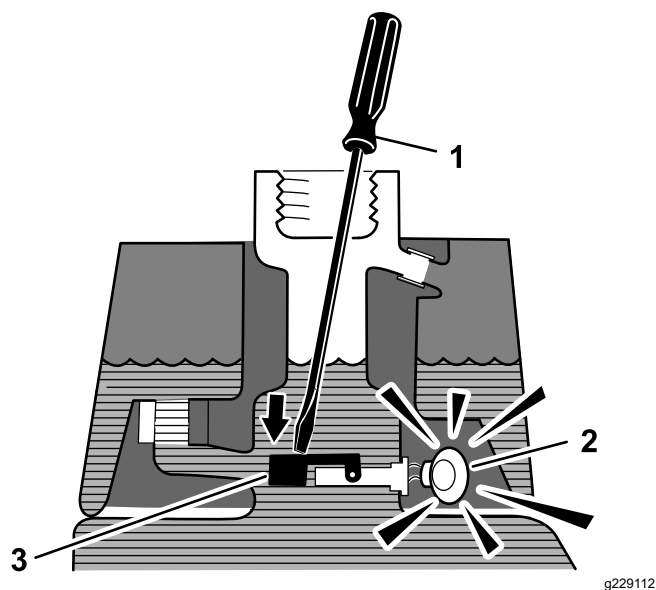

Figure 49
3. Introduisez une tige ou un tournevis propre dans le goulot du réservoir et enfoncez doucement le contacteur à flotteur (Figure 49) ; l'alarme devrait se déclencher au bout d'une seconde.